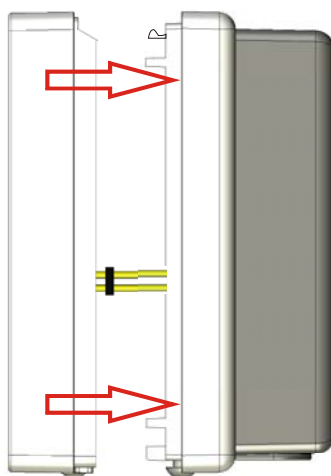

Abbildung 5: Gehäusedeckel stecken
**Stiftleiste X1 der Leserelektronik sauber in Buchsenleiste X1 der Anschlussplatine (1) einführen!** Siehe Abbildung 5: Gehäusedeckel stecken